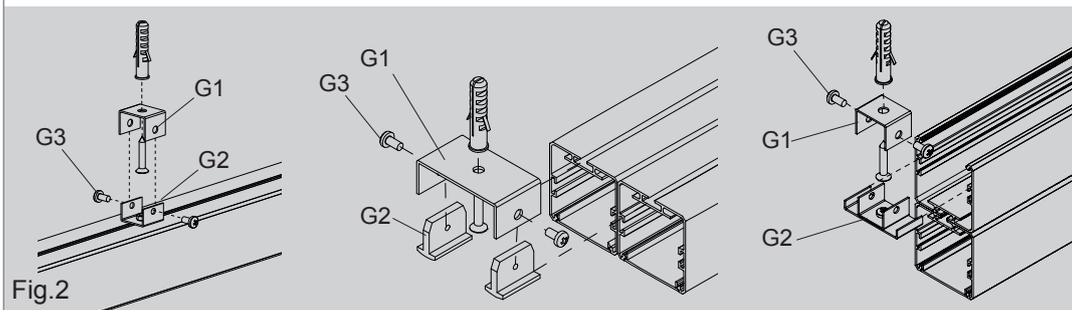

Fig.2
2. Fissare, mediante viti o tasselli (non in dotazione), la parte superiore degli attacchi a soffitto (G1) [Fig. 2].
3. Fare scorrere le staffe (C) nel canalino presente sulla parte superiore del modulo fino all'interasse prescelto.
2. By means of screws or dowels (not supplied), secure the top part of the ceiling joints (G1) [Fig. 2].